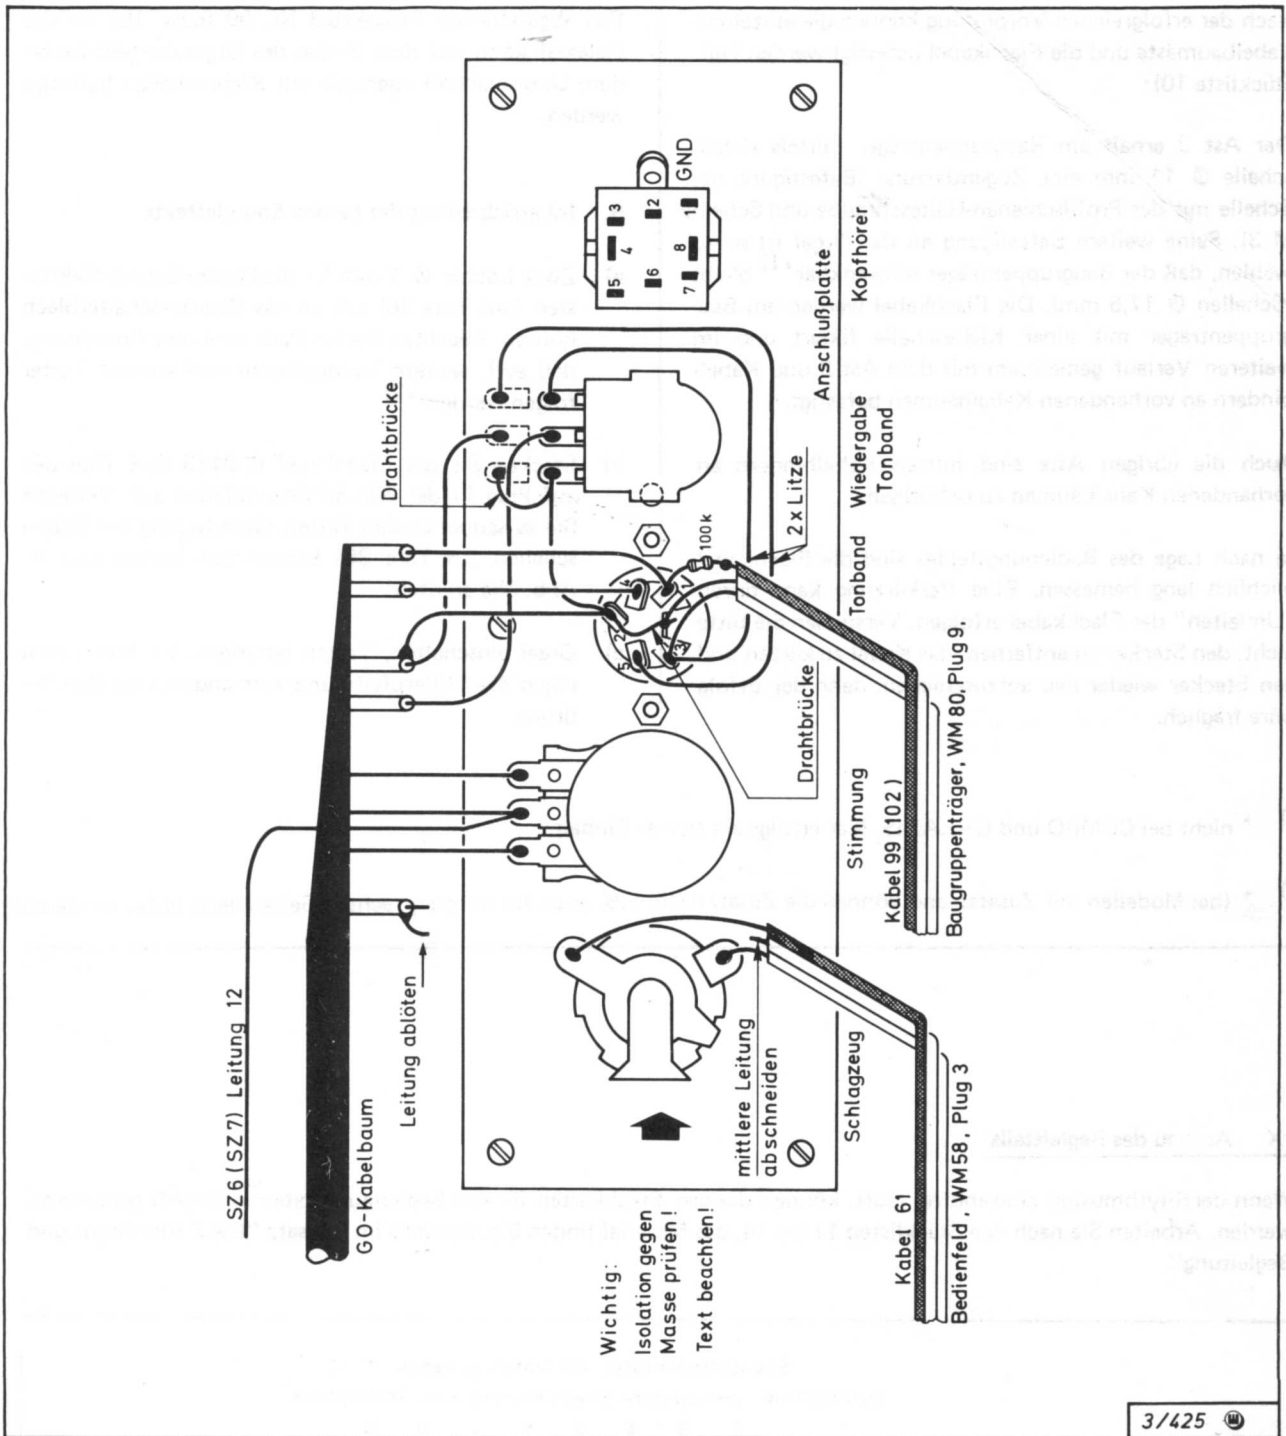

Abb. 35: Anschluß Tonbandbuchse und Fernstart
Das Kabel 61 an die beiden Lötflächen anlöten: schwarz an die eine Fahne, rot an die andere, braun abschneiden (Abb. 35).
- d) Flachkabel 99 (bei Galaxis 102) von Plug 9 der WM 80 zur Tonbandbuchse "Tape" führen und dort nach Abb. 35 zu den vorhandenen Leitungen hinzulöten. Den 100 kOhm-Widerstand beachten ! (Bei den Zweikanalmodellen W 2, 3, 4 wird nur ein Kanal für die Datenübermittlung verwendet.)